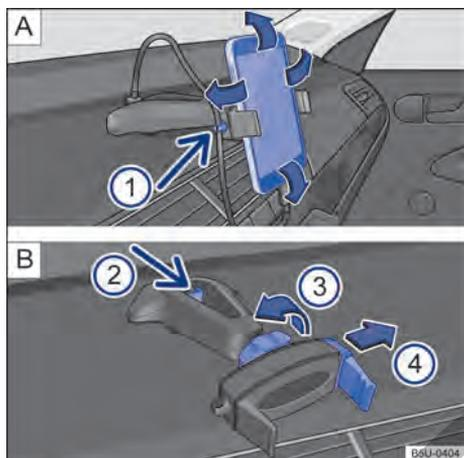

Fig. 186 En la consola central: soporte para smartphone y ajustes.
- Sujetar el soporte con una mano y presionar la tecla de desbloqueo → fig. 186 B (flecha).
- Con la varilla → fig. 186 B mover en la dirección de la flecha, e instalar el smartphone en el alojamiento.
- Con la otra mano mover la varilla → fig. 186 B hasta que se pueda retirar el aparato del alojamiento.
- Colocar el cable USB en la entrada cargador USB del soporte existente en el panel de instrumentos → fig. 186 A.
- Sujetar el cable en el soporte → fig. 186 A .
- Para liberar el movimiento del soporte, girar la traba → fig. 186 B en la dirección opuesta de la flecha.
- Para fijar la posición, girar la traba en el sentido de la flecha → fig. 186 B hasta la fijación completa del soporte.
ⓘ El soporte para smartphone tiene una garantía de 3 años, con excepción de la varilla deslizante (garra) → fig. 186 B ④ que tiene garantía de 1 año.